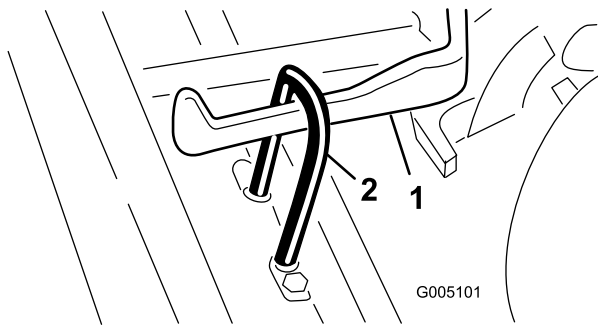

図 12
3. カッティングユニットをプルフレームの下に引き入れ、吊り輪（フープ）を昇降アームに引っかける（図 12）。